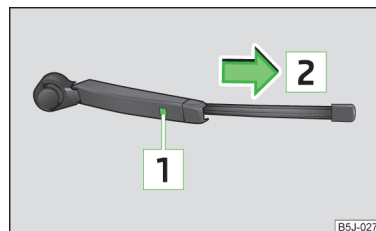

Fig. 52
- Sollevare il braccio tergicristalli dal vetro » fig. 52.